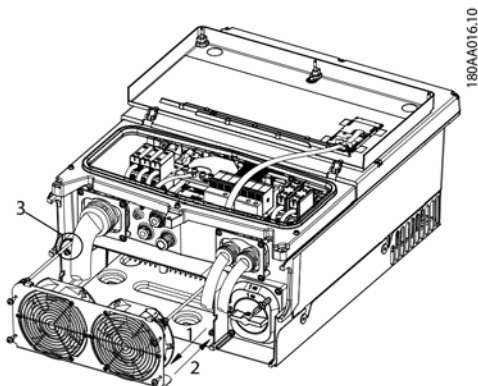

図 1.4
5. ファンユニットを取り出します。図 1.4 の (1) と (3) を参照してください。
- 2本の黒いケーブル（左右の端に1本ずつ）をパワーコンディショナの底の隙間から通します。図 1.4 の (3) を参照してください。
- 新しいファンユニットを挿入します。図 1.4 の (2) を参照してください。ファンユニットを支えたまま、パワーコンディショナの内側にケーブルを引き込みます。4本のネジを 2.5 Nm のトルクで締めます。